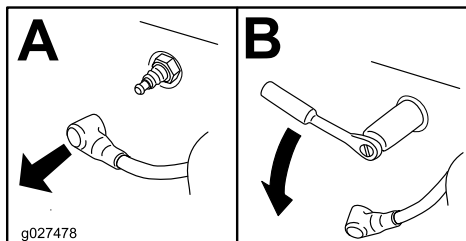

Bild 35
3. Entfernen Sie die Zündkerzen (Bild 35).